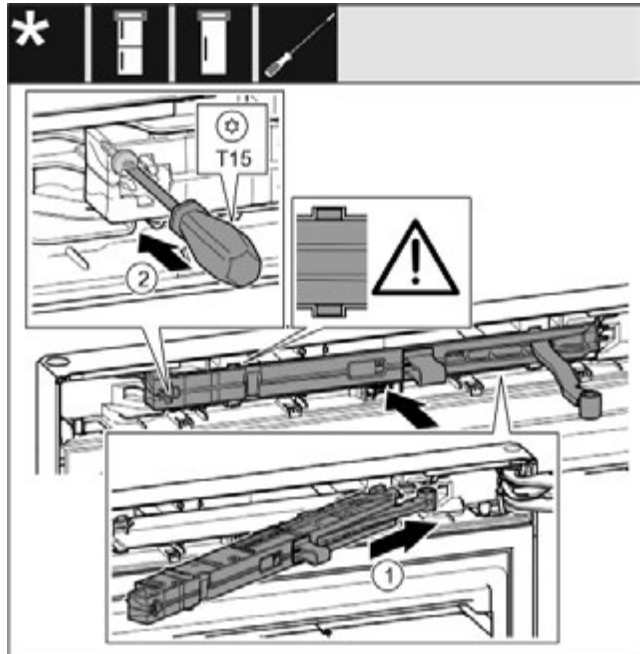

Fig. 38
- ▶ Під нахилом просуньте демпферний вузол з боку опорного кронштейна в отвір до упору. Fig. 38 (1)
- ▶ Закрутіть гвинт за допомогою викрутки T15. Fig. 38 (2)